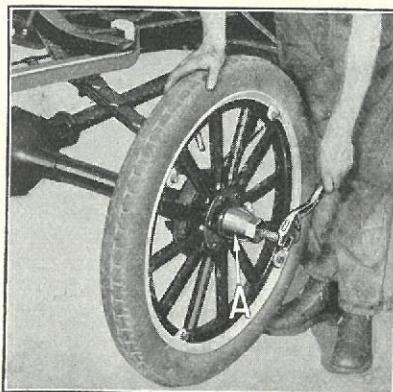

Fig. 54
- (c) Træk Baghjulene af Akslen ved Hjælp af en Hjulaftækker. Aftrækkeren skrues ind paa Navet og laases med en Klemkrue, hvorefter Hjulet trækkes af ved at tilspænde Aftrækkerens Centrumsskrue (Fig. 54-A).